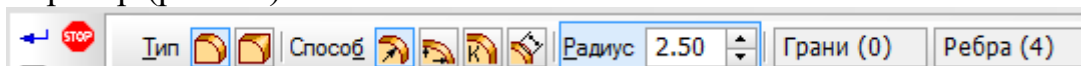

Рис. 10. Параметры операции «скругление»
В поле «Радиус» на Панели свойств установите значение 2.5 мм. Обратите внимание на справочное поле **Ребра (4)**, содержащее сведения о количестве указанных ребер (рис. 10).